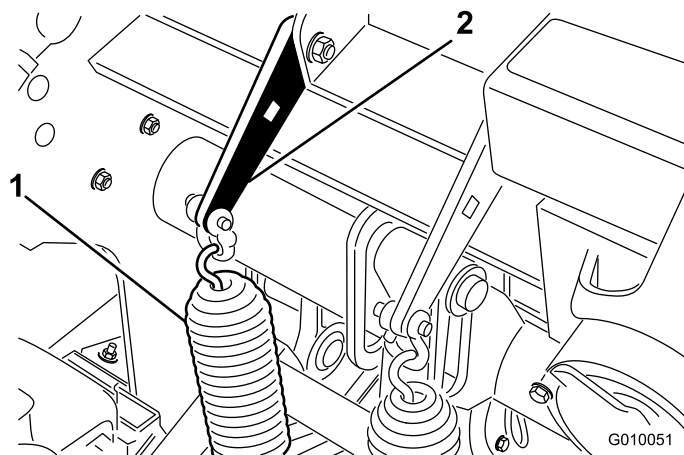

Figura 36
1. Afloje las tuercas de los pernos de cuello cuadrado que fijan los soportes de los muelles al cabezal de perforación (Figura 36). No las retire.